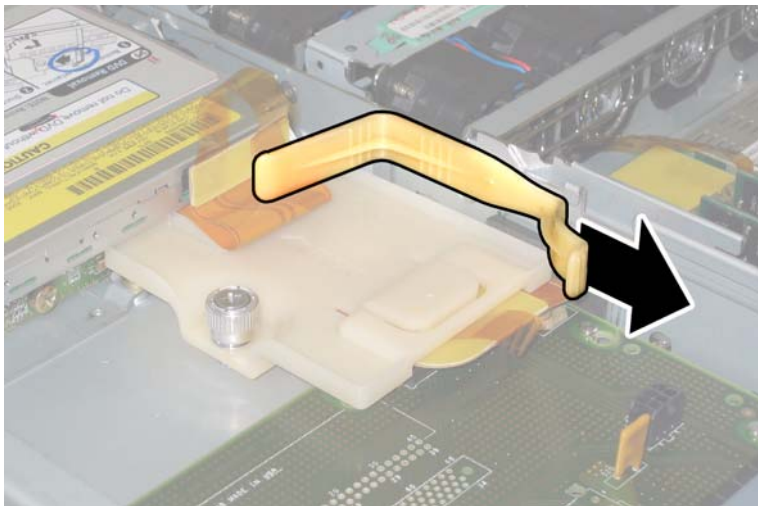

ABBILDUNG 3-60 Entfernen des oberen Kabelhalters
8. Entfernen Sie den oberen Kabelhalter aus dem Gehäuse. Drücken Sie den Kabelhalter zur Rückseite des Gehäuses, damit er aus den drei versetzten Öffnungen in der Gehäusezwischenwand freikommt. Siehe ABBILDUNG 3-60.